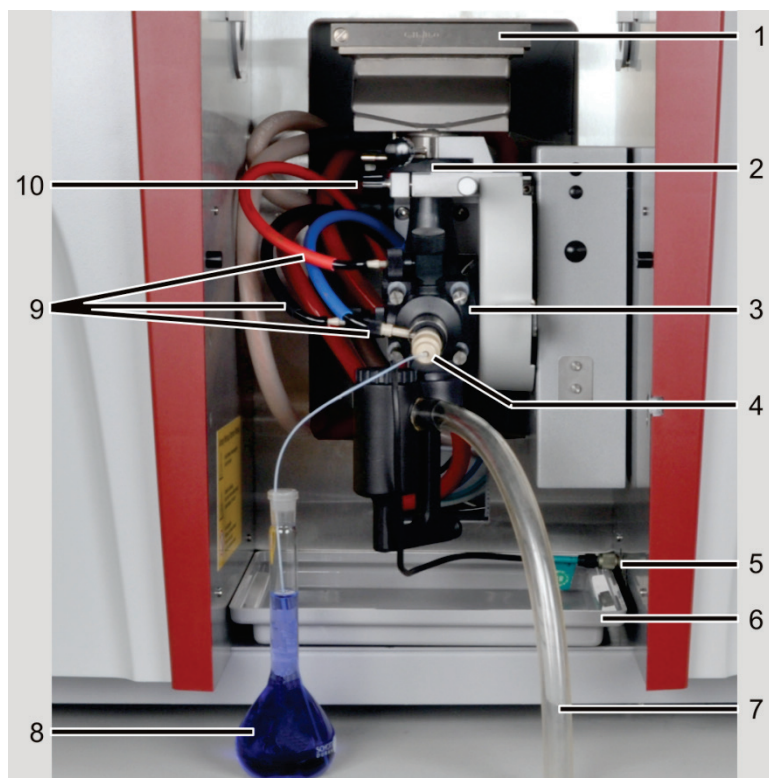

Fig. 50 Tecnología de llamas, introducción de muestras manual
2. Comprobar el sistema pulverizador-cámara de mezcla en el dispositivo de sujeción del ajuste de altura. El plato del tubo de la cámara de mezcla debe estar colocado. La marca blanca en el tubo de la cámara de mezcla debe encontrarse encima del borde del dispositivo de sujeción (2 en Fig. 50).
2. Comprobar el sistema pulverizador-cámara de mezcla en el dispositivo de sujeción del ajuste de altura. El plato del tubo de la cámara de mezcla debe estar colocado. La cámara de mezcla tiene que estar alineada con el ajuste de altura y la marca blanca tiene que sobresalir del borde del dispositivo de sujeción (2 en Fig. 50 pág.76).